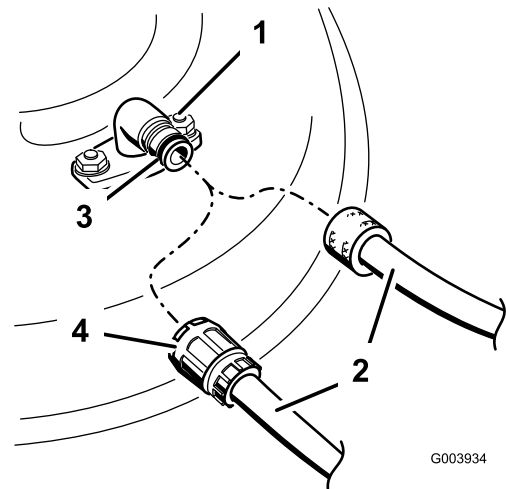

Figure 63
3. Branchez le raccord du flexible au raccord de lavage du carter du tablier de coupe et ouvrez l'eau en grand (Figure 63).